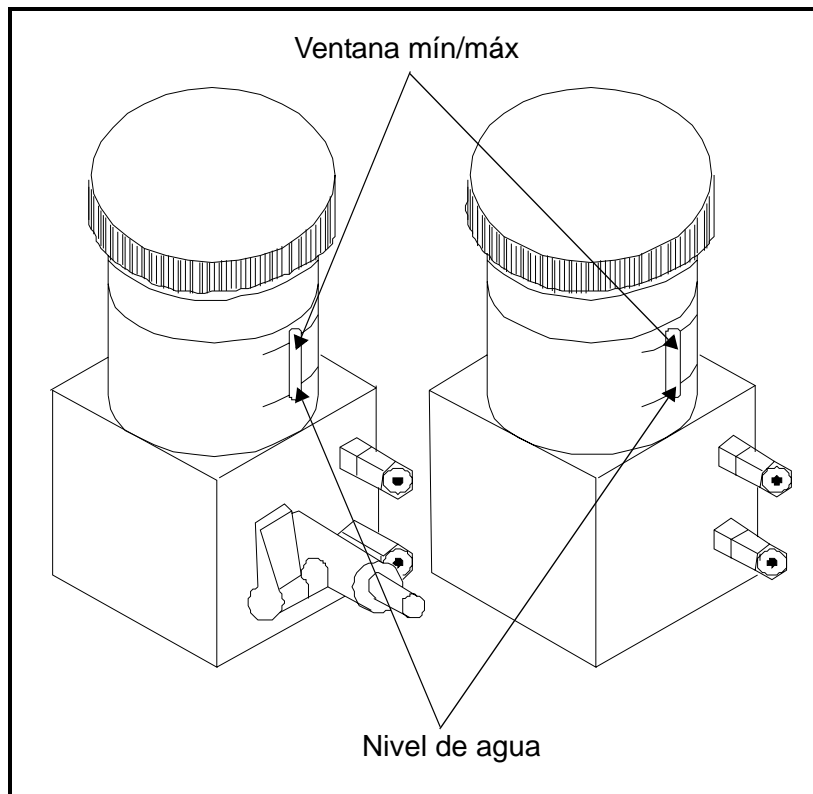

Figura 1-2: Ventana mín/máx y nivel de agua
3. Usando la ventana mín/máx (vea la Figura 1-2 en la página siguiente) de la celda de oxígeno, revise el nivel de agua. El agua debe cubrir aproximadamente 60% de la ventana.